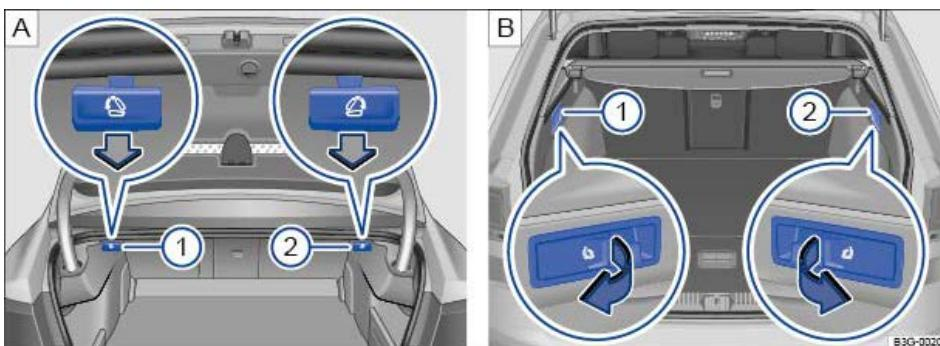

Abb. 74 Im Gepäckraum: Fernentriegelungshebel für den linken (1) und den rechten (2) Teil der Rücksitzlehne bei Limousine und Variant.
- Fernentriegelungshebel für die linke ⇒ Abb. 74 (1) bzw. rechte ⇒ Abb. 74 (2) Rücksitzlehne in Pfeilrichtung ziehen. Der entriegelte Teil der Rücksitzlehne klappt selbsttätig nach vorn.